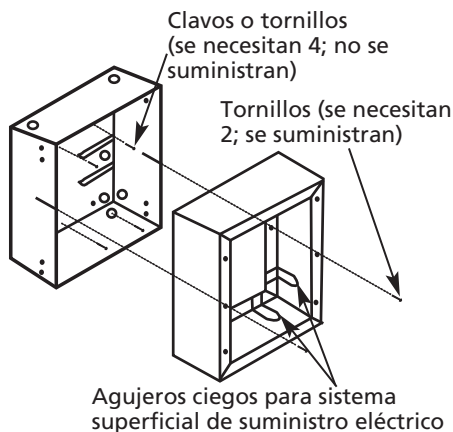

Figura 3
2. Si la alimentación eléctrica se suministra desde la pared interior, destape un agujero ciego en la parte posterior de la caja, instale una grapa para cables y deje no menos de 203 mm (8 pulg.) de cable dentro de la caja posterior. A través de sus cuatro (4) agujeros, fije la caja posterior en la estructura del edificio (consulte la Figura 3).
AVISO: Para coincidir con los agujeros ciegos de paso del bastidor para superficie, debe utilizarse los agujeros ciegos de la esquina próxima al agujero ciego de la parte posterior de la caja (consulte la Figura 3).
4. Si la alimentación eléctrica se suministra a través de un sistema superficial, destape el agujero ciego de paso del bastidor para superficie, de manera que éste se deslice sobre el suministro eléctrico (consulte la Figura 3).